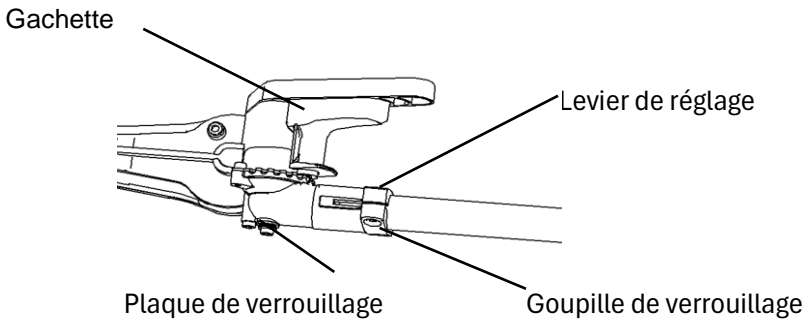

Fig.8
- Pour régler la lame, appuyez sur la gâchette et tournez le levier de réglage jusqu'à la position de coupe souhaitée. Après avoir entendu un « clic » clair indiquant que la goupille de verrouillage est engagée dans la plaque de verrouillage, relâchez la gâchette (Fig 8).